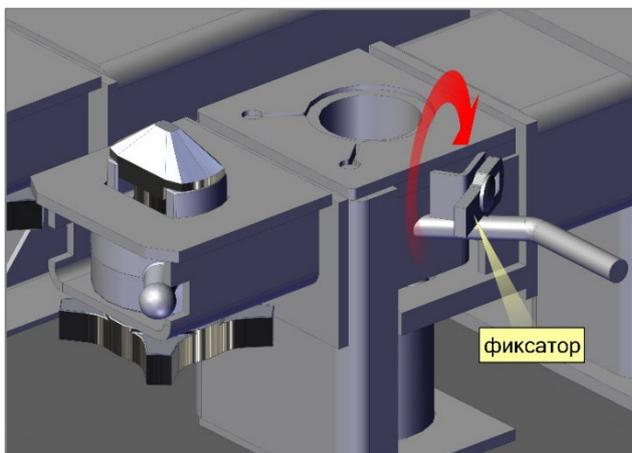

Рис. 45. Фиксатор стопора контейнера
- повернуть фиксатор на 90 градусов, как показано на рис. 45.